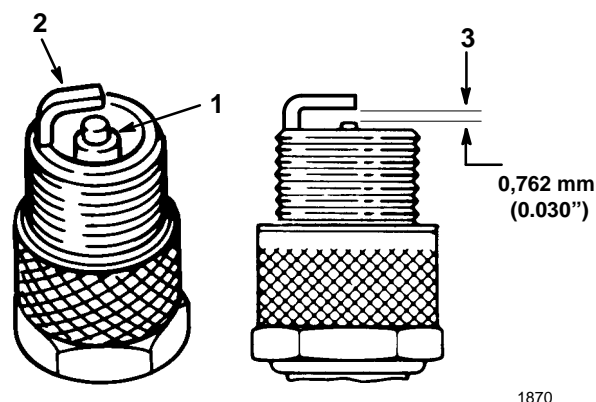

Abbildung 23
1. Auf die Mitte der Zündkerze sehen (Abb. 23). Wenn der Kerzenstein hellbraun oder grau verfärbt ist, arbeitet der Motor gut. Eine schwarze Schicht am Kerzenstein weist gewöhnlich auf einen schmutzigen Luftfilter hin.
2. Den Abstand zwischen der mittleren und seitlichen Elektrode kontrollieren (Abb. 23). Die seitliche Elektrode biegen (Abb. 23), wenn der Abstand nicht korrekt ist.